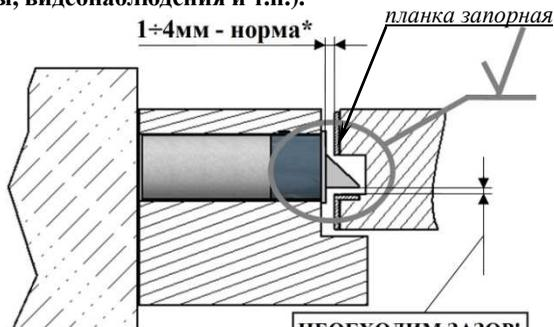

Рис.7
* - увеличение зазора между крепежной пластиной защёлки и запорной планкой приведет к уменьшению усилия удержания двери и снижению плавности хода язычка защёлки и, как следствие, плавности хода двери (см. рис.7).